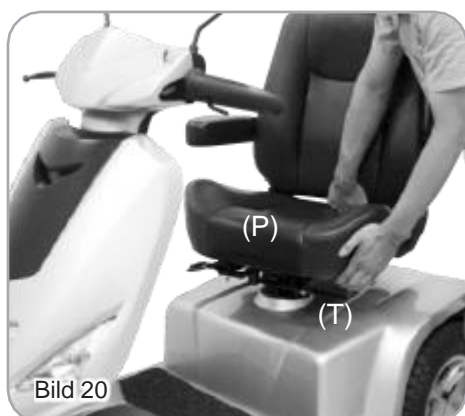

Bild 20
1. Se sidan 133 för demontering, ta sedan bort sitsen (P) och bakhöjlet (Z). (Bild 20 och 21)
4. Montera sedan det bakre höjlet (Z) och sitsen (P) i ursprungligt läge. (Bild 20 och 21)
1. Ta bort bakhöjlet (Z) uppåt (Bild 20).